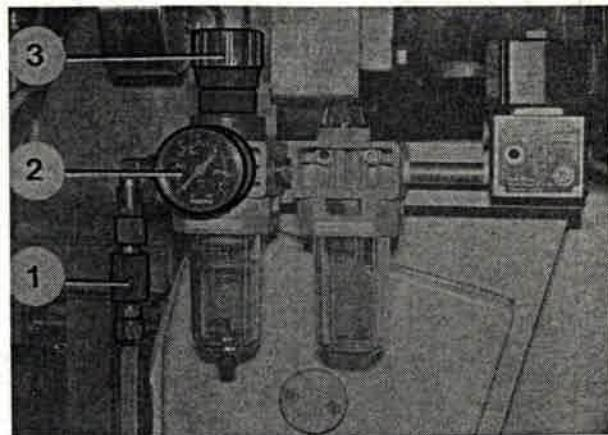

Bild 21
4. Bei Maschinen mit Direktanschluß Schieberventil (Bild 21/1) öffnen und durch Verdrehen des Handrads (Bild 21/3) am Manometer (Bild 21/2) einen Druck von 1 bar einstellen.